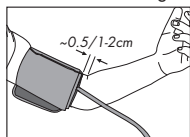

Fig. 5
3. El borde inferior del manguito debe colocarse aproximadamente a 0,5" por encima de la articulación del codo, Fig. 5.